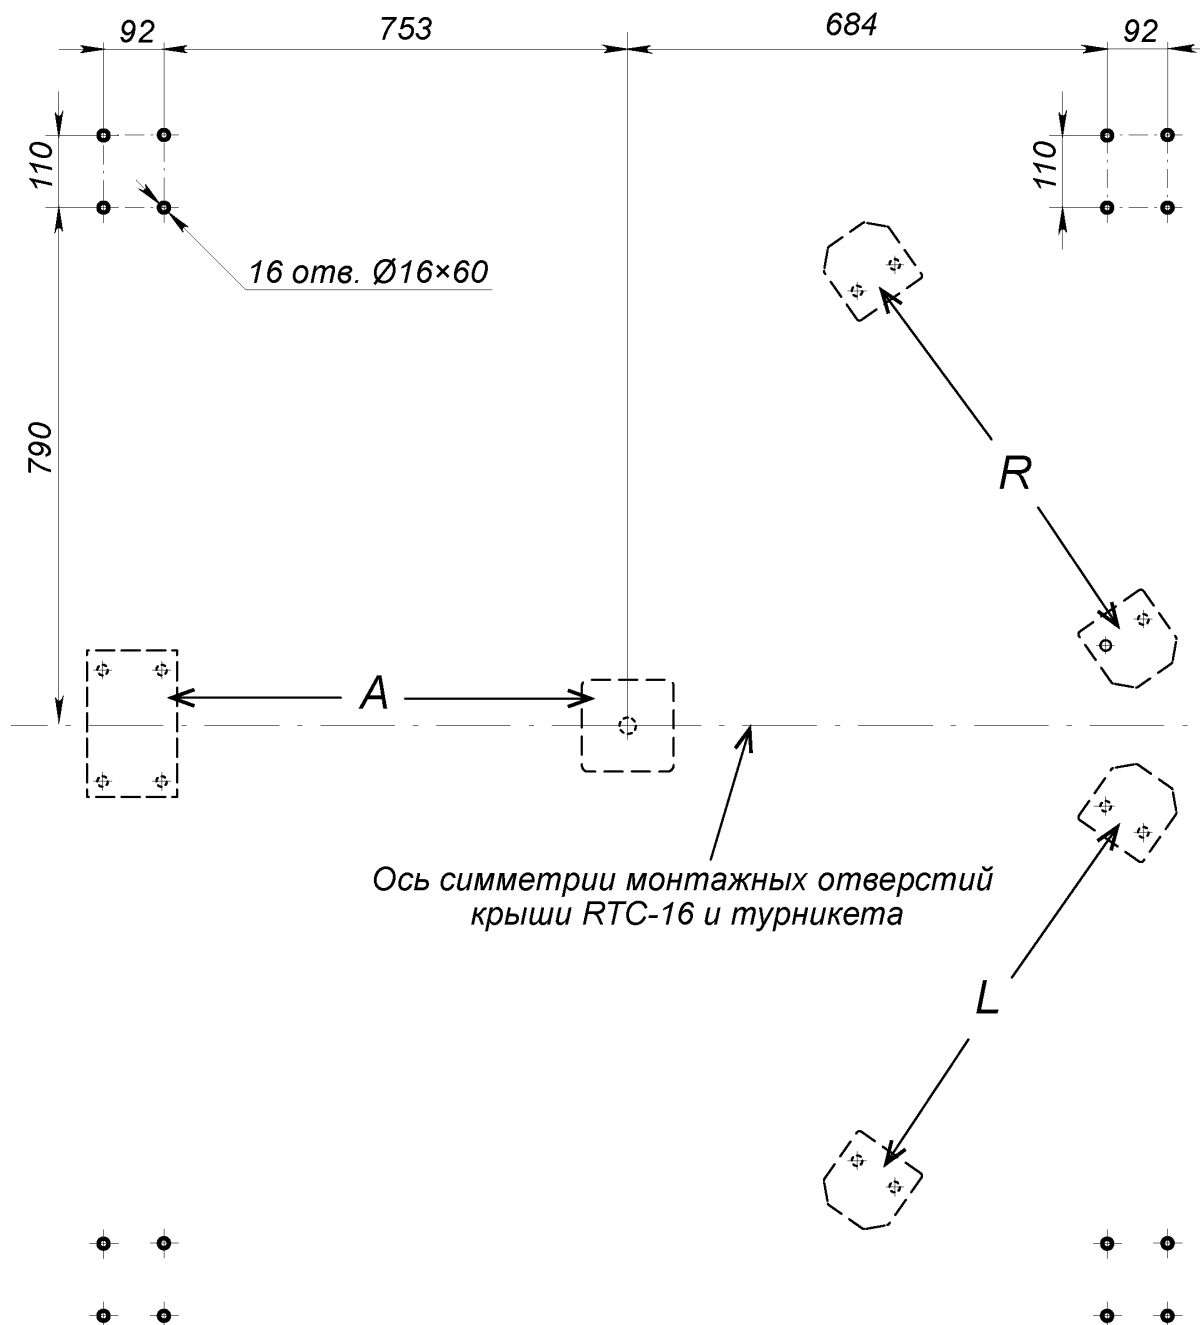

Рисунок 3. Схема разметки отверстий для установки крыши *PERCo-RTC-16*
2. Выполните на установочной поверхности разметку отверстий для монтажа стоек (3) в соответствии с рис. 3. Разметку отверстий для монтажа крыши рекомендуется выполнять одновременно с разметкой отверстий для монтажа турникета. Оси симметрии монтажных отверстий турникета и крыши совпадают (см. рис. 3).